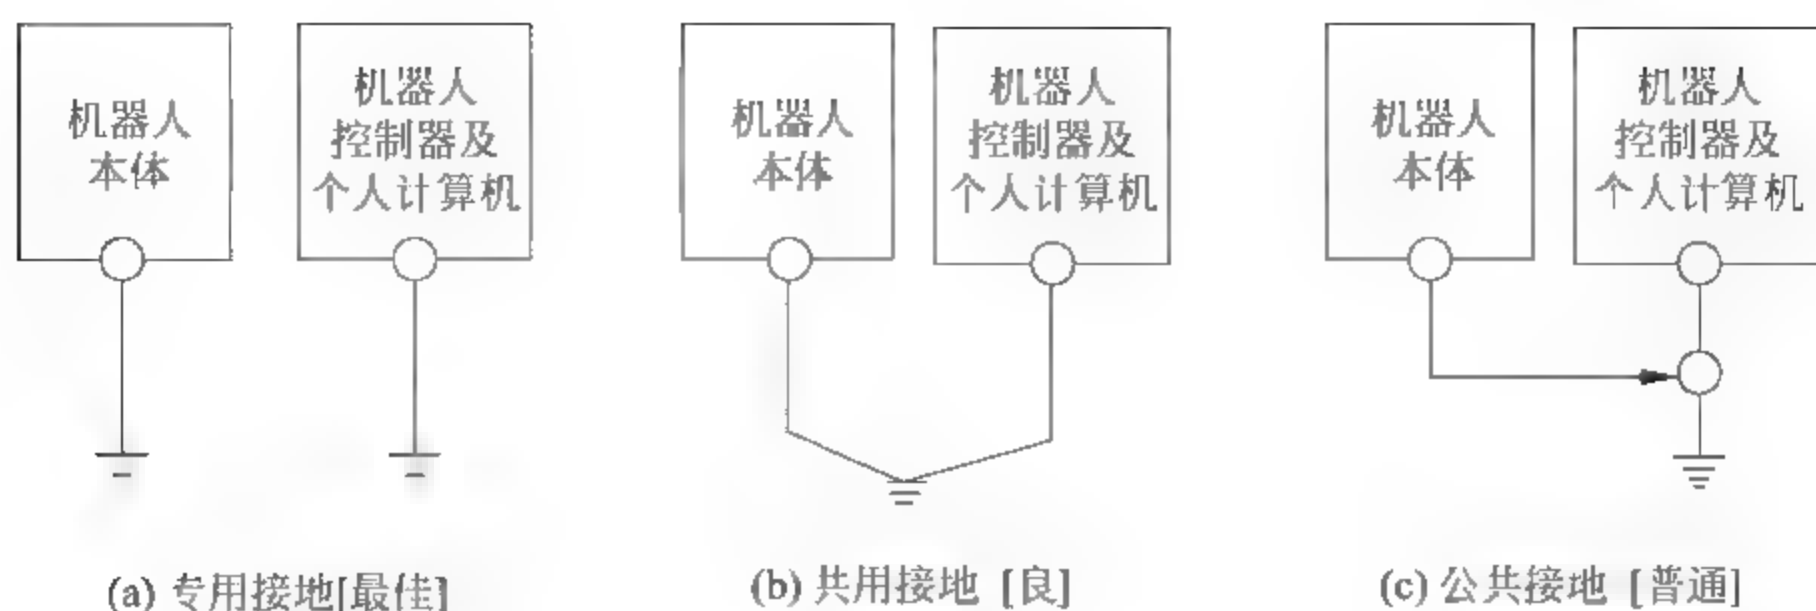

图 2-17 机器人的接地
(1) 接地方式有如图 2-17 所示的三种方法,机器人本体及机器人控制器应尽量采用专用接地(图 2-17(a))。
(2) 接地工程应采用 D 种接地(接地电阻 100Ω 以下),以与其他设备分开的专用接地为最佳。
(3) 接地应使用 AWG #11(4.2mm2)以上的电线。接地点应尽量靠近机器人本体、控制器,以缩短接地用电线的距离。